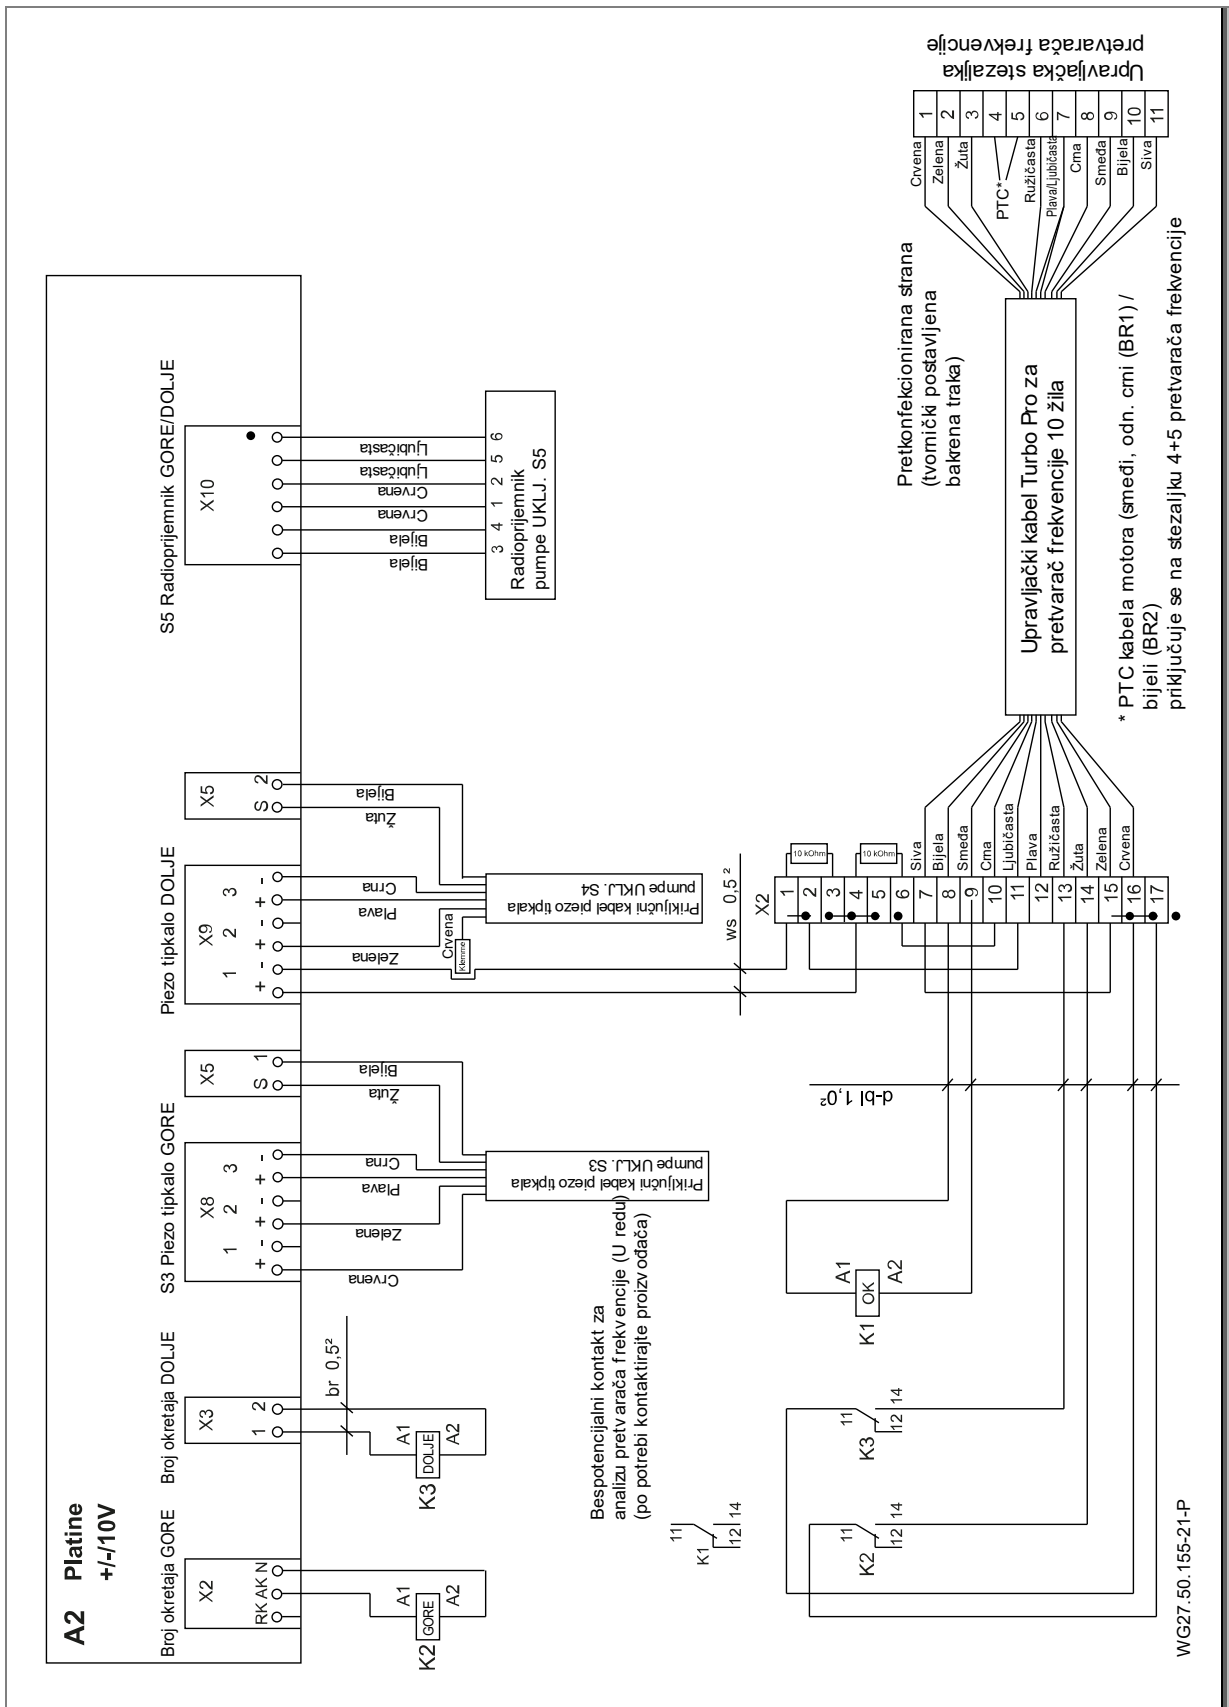

Abb. 19
14. Žile za PTC (smeđa, odn. crna (BR1) / bijela (BR2)) valja ožičiti u skladu sa spojnom shemom. Pogledajte "Abb. 19" na stranici 25